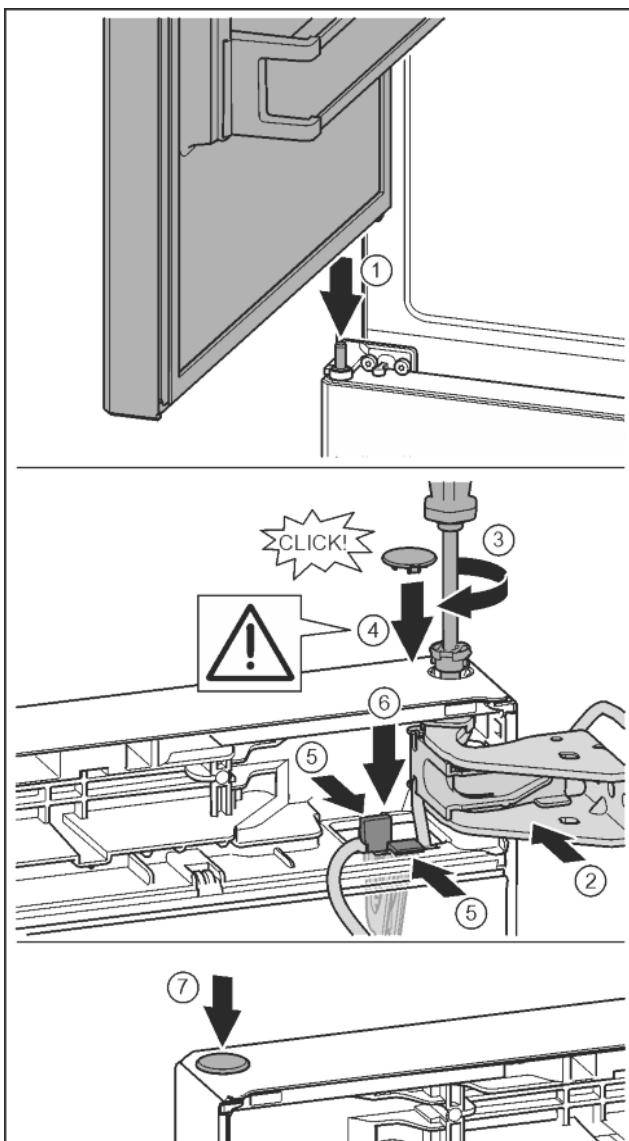

Fig. 36
- ▶ Установка верхней двери на средний опорный палец *Fig. 36 (1)*
- ▶ Дверь вверху выровнять по отверстию в опорном кронштейне. *Fig. 36 (2)*
- ▶ Вставить палец и затянуть отверткой T15. *Fig. 36 (3)*
- ▶ Установить предохранительную крышку для защиты двери: вставить предохранительную крышку и проверить, прилегает ли она к двери. В ином случае вставить палец полностью. *Fig. 36 (4)*
- ▶ Вставить держатель кабеля с закрепленным на нем кабелем в отверстие. При этом более длинное отверстие соединительной накладки должно быть направлено вперед. *Fig. 36 (5)*
- ▶ Прижать держатель вниз так, чтобы соединительная накладка защелкнулась. *Fig. 36 (6)*
- ▶ Вставить заглушку. *Fig. 36 (7)*